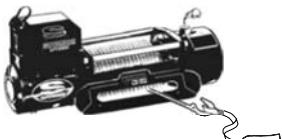

Figura 3
- ALÉJENSE DEL CABRESTANTE, DEL CABLE METÁLICO BAJO TENSIÓN Y DEL GANCHO AL OPERAR EL CABRESTANTE. Nunca coloque su dedo a través del gancho. Si su dedo llegase a quedar atrapado en el gancho, usted podría perder su dedo. Al guiar el cable metálico hacia adentro o hacia afuera USE SIEMPRE EL PROTECTOR DE MANOS (Ver la figura 3).